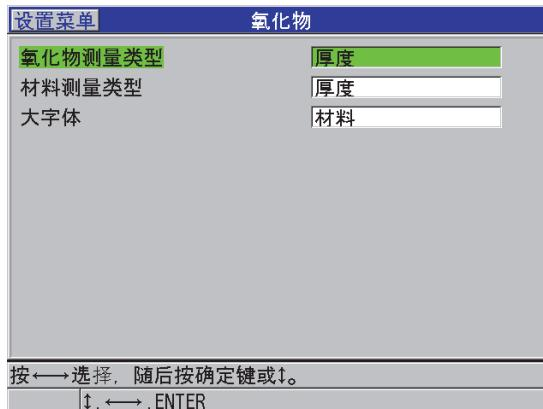

图 7-2 氧化物屏幕
9. 在**氧化物**屏幕上（参见第 103 页的图 7-2）：